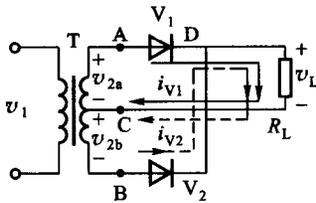

图 1-9 全波整流电路
(1) 对于全波整流电路,为什么在变压器的中心抽头 C(见图 1-9)处,既标正极性,又标负极性?
从图 1-9 可知,C 为变压器的中心抽头,故有  $v_{2a} + v_{2b} = v_{AB}$ 。假设变压器的二次电压在正半周时为上正下负,则有  $v_{2a} = v_{2b} = \frac{1}{2}v_{AB}$ 。C 标负极性,是相对于 A 点而言的;C 又标正极性,是相对于 B 点而言的。